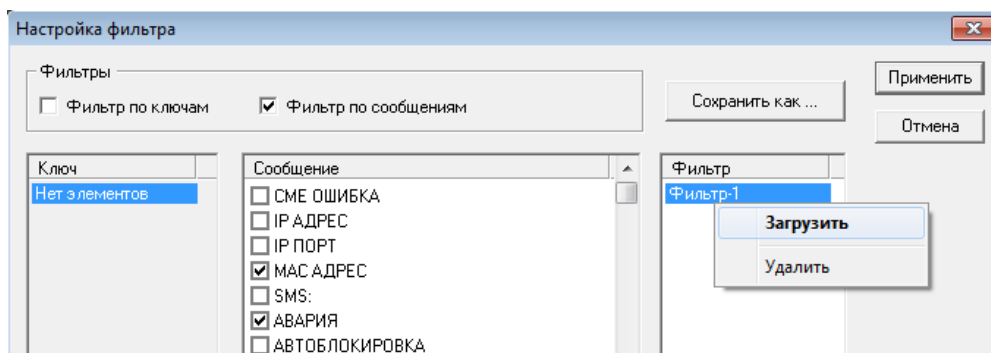

Рисунок 3.15: Загрузка ранее созданного фильтра
2. В контекстном меню выберите пункт **Загрузить** (рисунок 3.15).